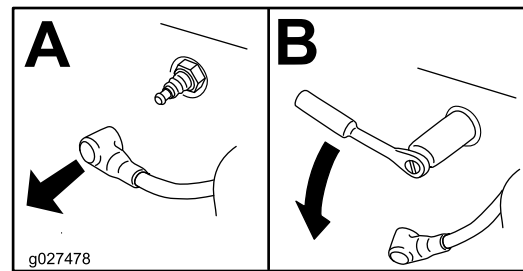

Figura 49
4. Localice y retire la(s) bujía(s), como se muestra en la Figura 49.